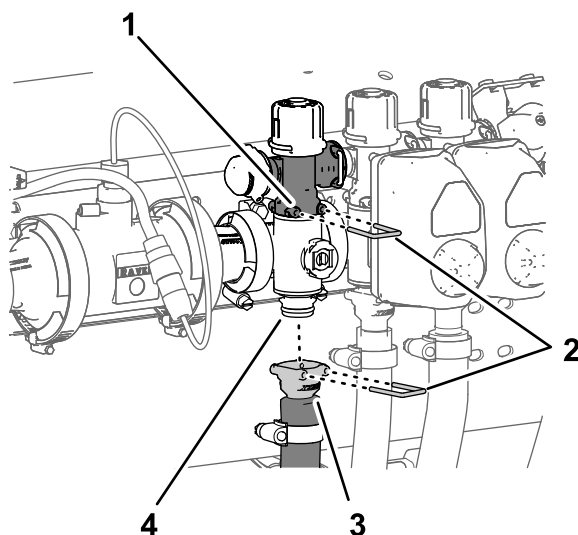

図 108
2. boom 給液ホース用のクイックコネクトカップラをboom マニホールドバルブのクイックコネクトフィッティング用のマニホールドに固定しているクイックコネクトピンを外す 図 108。
1. boom バイパスバルブ用のクイックコネクトカップラをboom マニホールドバルブに固定しているクイックコネクトピンを外す 図 108。